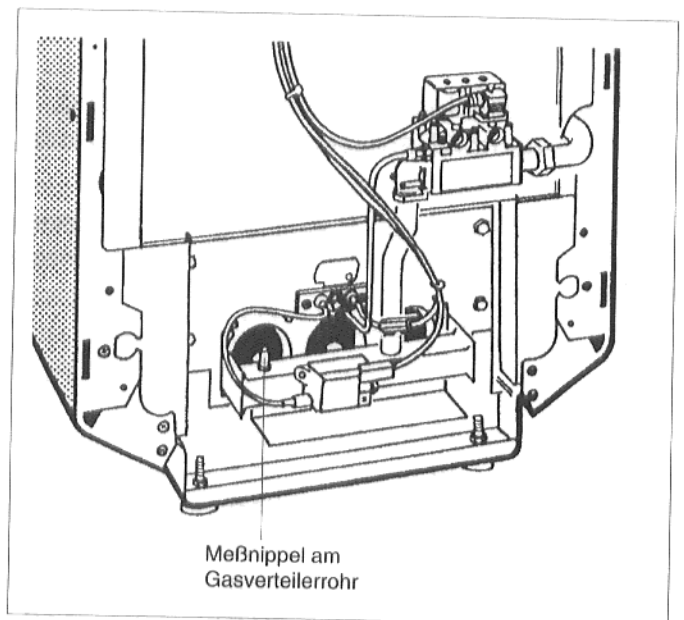

Abb. 7: Meßnippel am Gasverteilerrohr
- Verschlussschraube des Meßnippels am Gasverteilerrohr zwei Umdrehungen lösen und Meßschlauch des U-Rohr-Manometers aufstecken (Abb. 7).